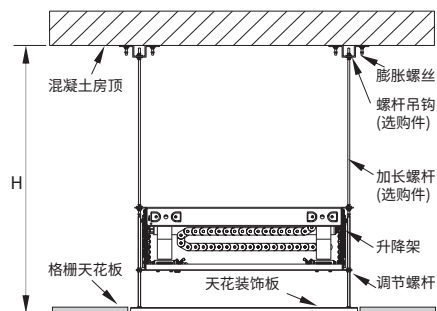

图4 较高天花的安装方式
- B. 如果 $H > H1$ (假设 $H2$ 调至最长状态)，则需要通过加长螺杆(选购件)来安装，见图4。